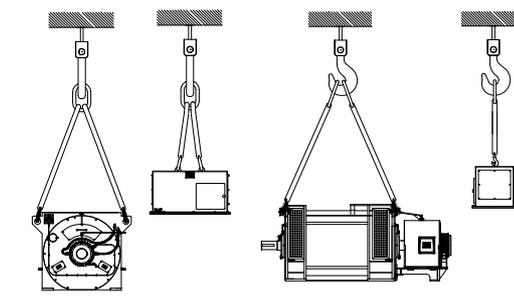

Figura 3.1: Manuseio do gerador de forma construtiva IM1001T/B3T
- Para manusear o gerador de forma construtiva IM1001T/B3T, o trocador de calor deverá ser desmontado conforme Figura 3.1.